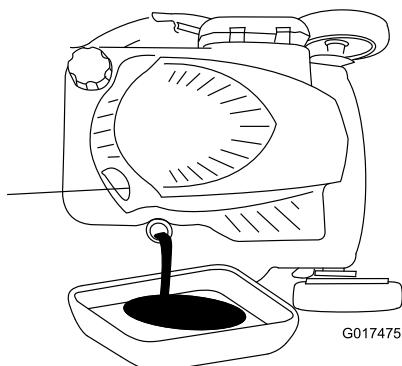

Figura 21
- Coloque la máquina de lado con la varilla de aceite hacia abajo para drenar el aceite usado a través del tubo de llenado de aceite (Figura 21).